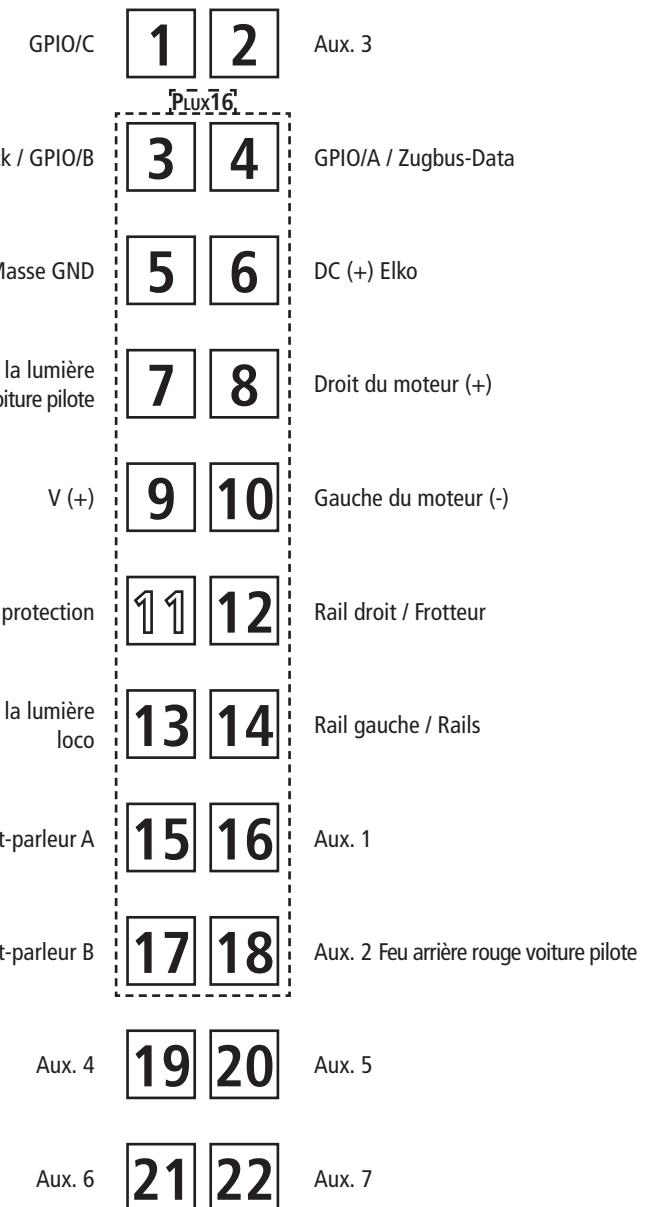
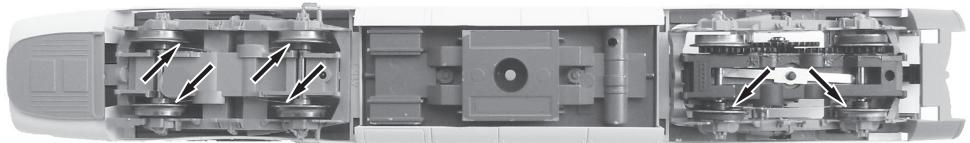
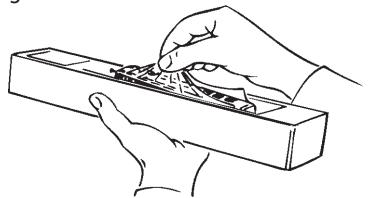

Fig. 4
Fig. 5
Fig. 2
Mehrzugbetrieb: Zuerst Lokgehäuse abnehmen (Fig. 2). Danach den Brückenstecker aus der Schnittstelle entfernen (diesen sorgsam aufbewahren). Danach den Stecker des Steuerbausteins lagerichtig einsetzen (siehe Fig. 5).
2. Schmierung: Versiehen Sie die im Schmierplan in Fig. 4 gekennzeichneten Stellen mit nur **kleinen Öltropfen**. Dazu zuerst das Lokgehäuse abnehmen (Fig. 2). Wir empfehlen den ROCO **Öler Art.-Nr. 10906**. Fürs Schmieren der Getriebeteile (Zahnräder, Schnecke) empfehlen wir das **ROCO-Spezialfett Art.-Nr. 10905**. Im Falle der Schmierung diese Teile **nicht ölen**.
4. Motorwechsel: Lokgehäuse abnehmen (Fig. 2). Der Motor ist im hinteren Drehgestell des Triebkopfes eingebaut. Drehgestell am Mittelsteg zusammendrücken und aus Führung nach unten herausziehen (Fig. 3).
Remove the jumper from the interface. Finally put the plug of the chip into the interface as shown in fig. 5.
2. Lubrication: Apply **tiny oil drops** to spots marked in fig. 4. Prior to lubrication dismantle locomotive (fig. 2). We recommend using item no. **10906, Roco oiler**. For lubrication the gearparts (e.g. cogwheels, worm) we would recommend our Roco **special grease** (item no. **10905**).
4. Motor Changing: First remove loco body (fig. 2). The motor is mounted on the rear bogie of the driving coach. Press the centre of the bogie sides together and gently pull downwards out of the body (fig. 3).
2. Graissage: N'appliquez **qu'une tout petite goutte** aux endroits indiqués par le plan de graissage (fig. 4) après avoir démonté la caisse de la locomotive (fig. 2). Nous vous recommandons le **graisseur à huile Roco réf. 10906**. Pour graisser les engrenages (roues dentées, vis sans fin) nous vous conseillons la **graisse spéciale Roco réf. 10905** pour engrenages en matières synthétiques. Lorsque vous utilisez cette graisse il faut éviter d'huiler ces composants.
Veuillez à la position correcte de la fiche (voir fig. 5).